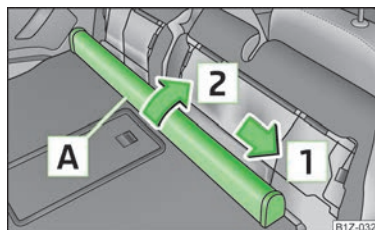

Fig. 61
- Împingeți carcasa peretelui despărțitor **A** » fig. 61 în sensul săgeții **1** și scoateți-o din prinderea scaunelor din spate, în sensul săgeții **2**.
- Împingeți carcasa peretelui despărțitor în sens contrar săgeții **1** » fig. 61, până la capăt.